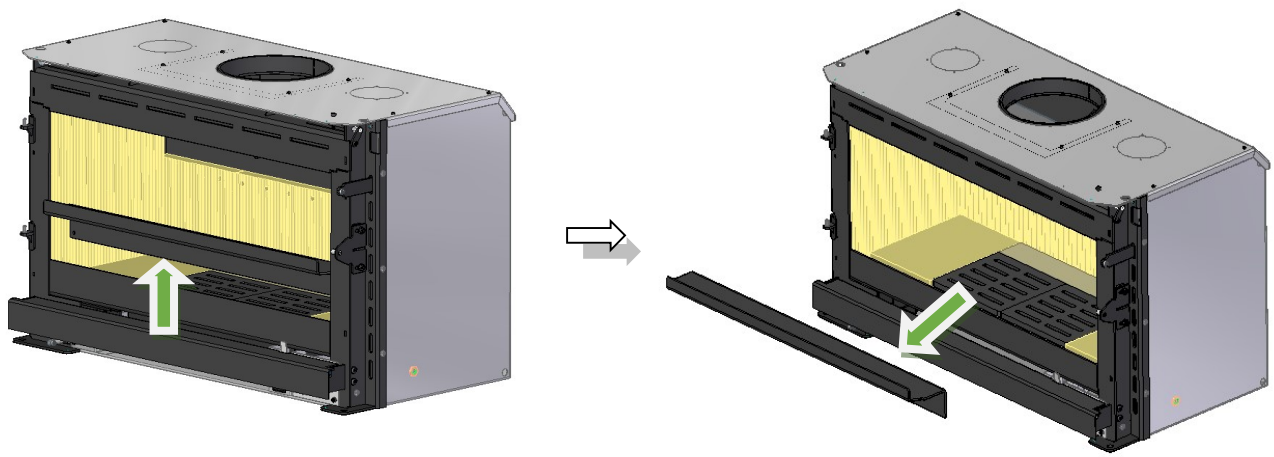

Figura 39 – Desmontaje del deflector de cenizas
1. Retire el deflector de cenizas desplazándolo hacia arriba, véase la Figura 39.